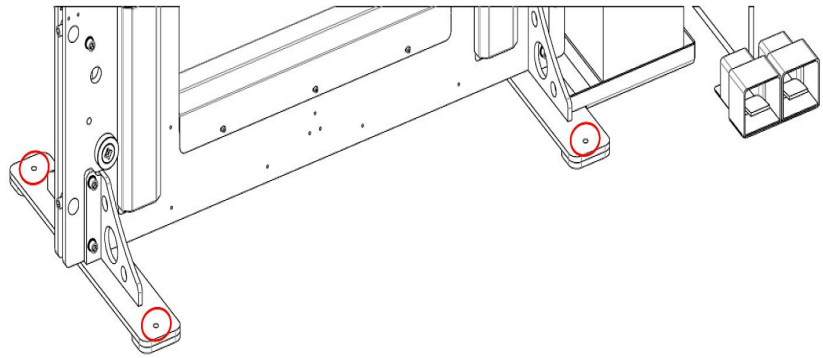

Fig. 11 : Ancrage de la machine
Étape 3 : Fixer la presse plieuse d'atelier au sol à l'aide d'ancrages (Fig.11). Le réglage fin est effectué après le raccordement électrique. Après quelques jours de fonctionnement, l'alignement doit être vérifié et réajusté si nécessaire.